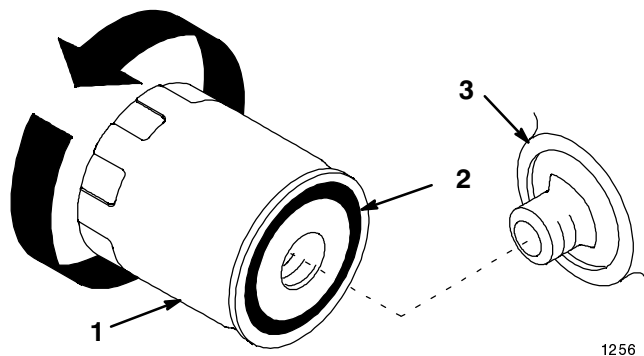

Abbildung 27
2. Den alten Filter abnehmen und die Dichtungsfläche des Filteradapters (Abb. 27) sauberwischen.
3. Eine dünne Schicht neues Öl auf die Gummidichtung am Austauschfilter geben (Abb. 27).
4. Den Austauschölfilter am Filteradapter anbringen. Den Filter im Uhrzeigersinn drehen, bis die Gummidichtung den Filteradapter berührt. Dann den Filter um eine weitere 1/2 Umdrehung festdrehen (Abb. 27).